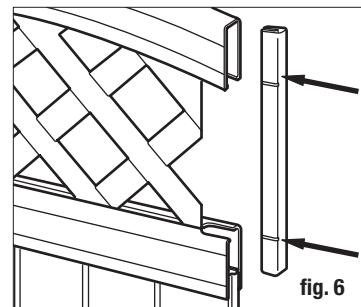

fig. 6
- Insert the lattice channels on both ends of the lattice between the top rail and H-rail (fig. 6).
- Insérez les profils du treillis à chaque extrémité du treillis entre la traverse supérieure et la traverse en H (fig. 6).